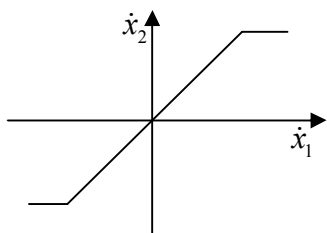

Рисунок 18.12 – Пример 2
- 1) Для устранения автоколебаний необходимо, чтобы скорость перемещения исполнительного органа была линейной (рис.18.12). Т.е. необходима линеаризация нелинейного элемента.